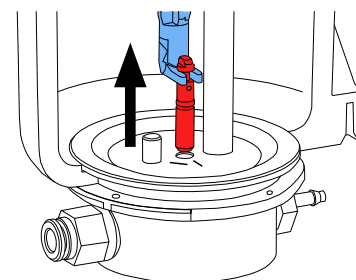

Fig. 11
- Com a ferramenta, agarrar o bocal doseador e puxar para cima (Fig. 11).